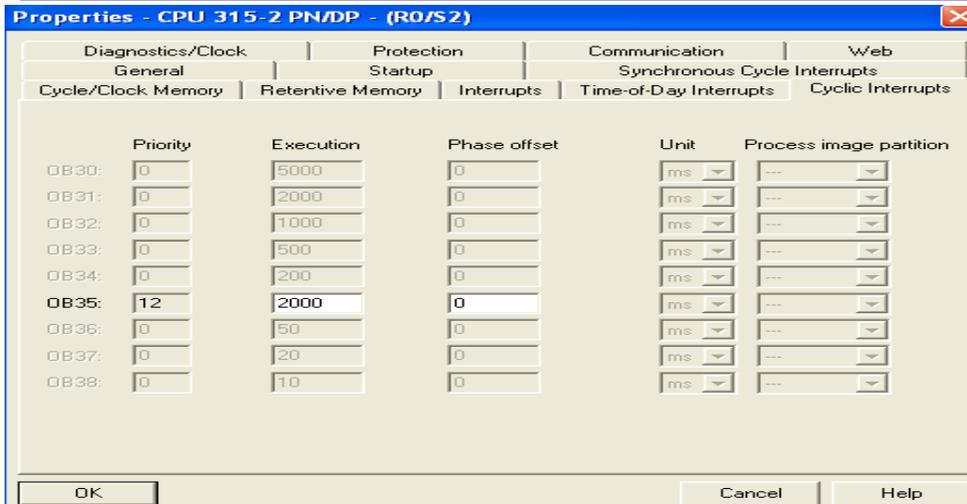

图 7
1. 我们可以设置 OB35 的看门狗时间为 2000ms, 如图 7